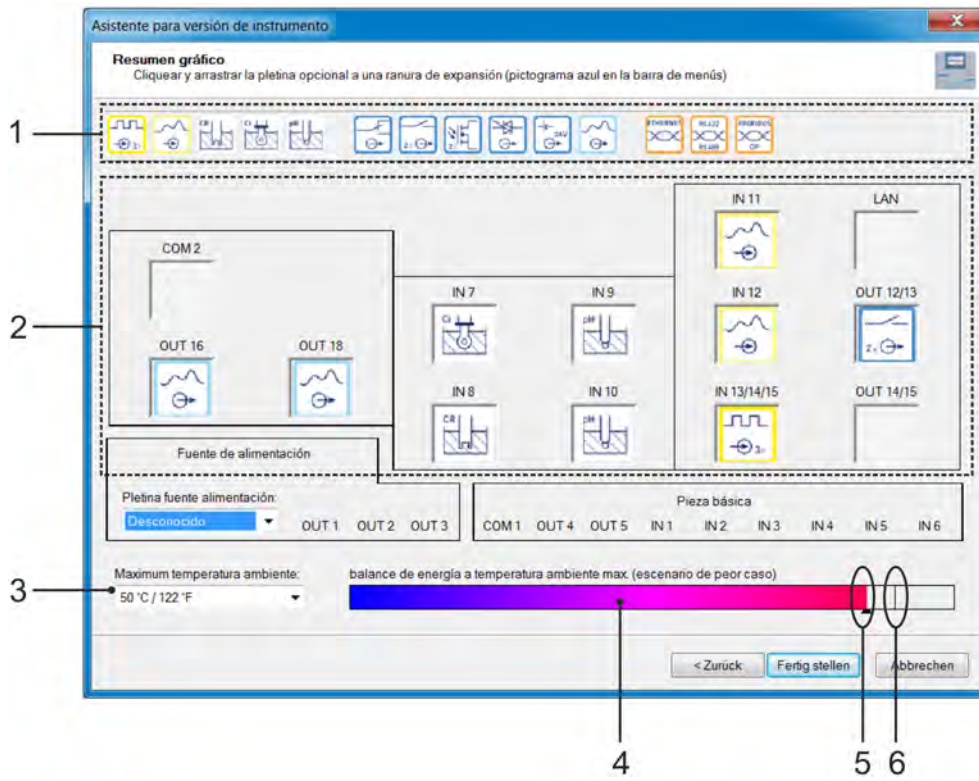

Fig. 99: Vista general gráfica
7. ▶ Aquí podrá colocar, desplazar y quitar ahora las placas de opciones deseadas simplemente mediante arrastrar y soltar (Fig. 99 , pos. 1) de forma simbólica en las ranuras de inserción correspondientes (Fig. 99 , pos. 2).
A este respecto, el gráfico de barras «Balance energético» (Fig. 99 , pos. 4) representa el calentamiento que se espera del interior de la carcasa. Aquí se tiene en cuenta la totalidad de la liberación de calor a través de la parte básica y la fuente de alimentación y de las placas de opciones, así como la influencia de la temperatura ambiente predefinida (Fig. 99 , pos. 3). La pequeña raya vertical en esta visualización (Fig. 99 , pos. 6) representa el límite que no debe superarse. En caso de superarse el límite, el color del indicador en el gráfico de barras (Fig. 99 , pos. 5) cambiará de negro a rojo.